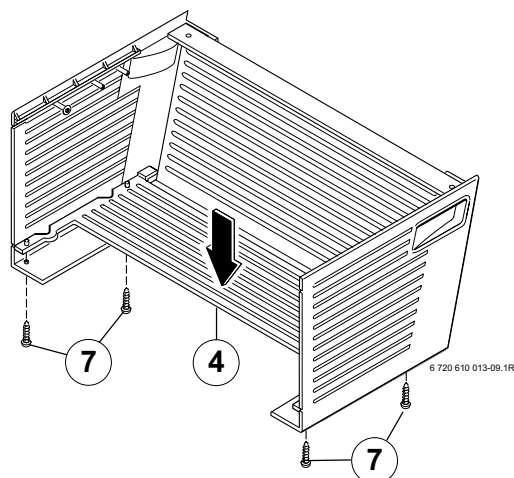

Bild 8
- Bodenteil (4) einlegen und mit 4 Schrauben (7) sichern (siehe Bild 8).
- 2 Schrauben (7) mit Zahnscheibe (8) lose einschrauben.